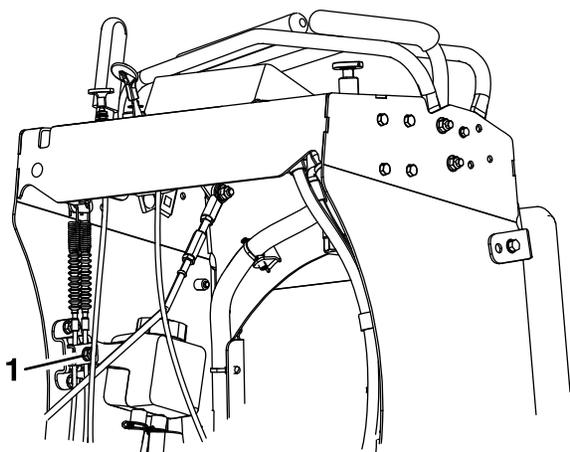

Figure 42
4. Desserrez le collier des câbles de frein sous la console (Figure 42).